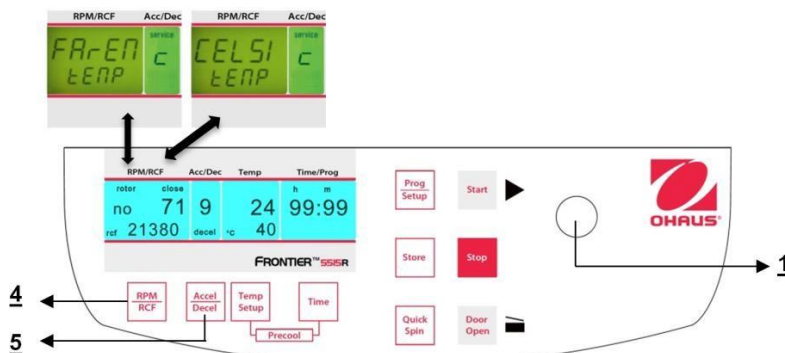

Figure. 34
clignote et il devient possible de modifier l'affichage en degrés Fahrenheit **"FAREN"** avec le bouton de réglage (1) (voir la figure 34).